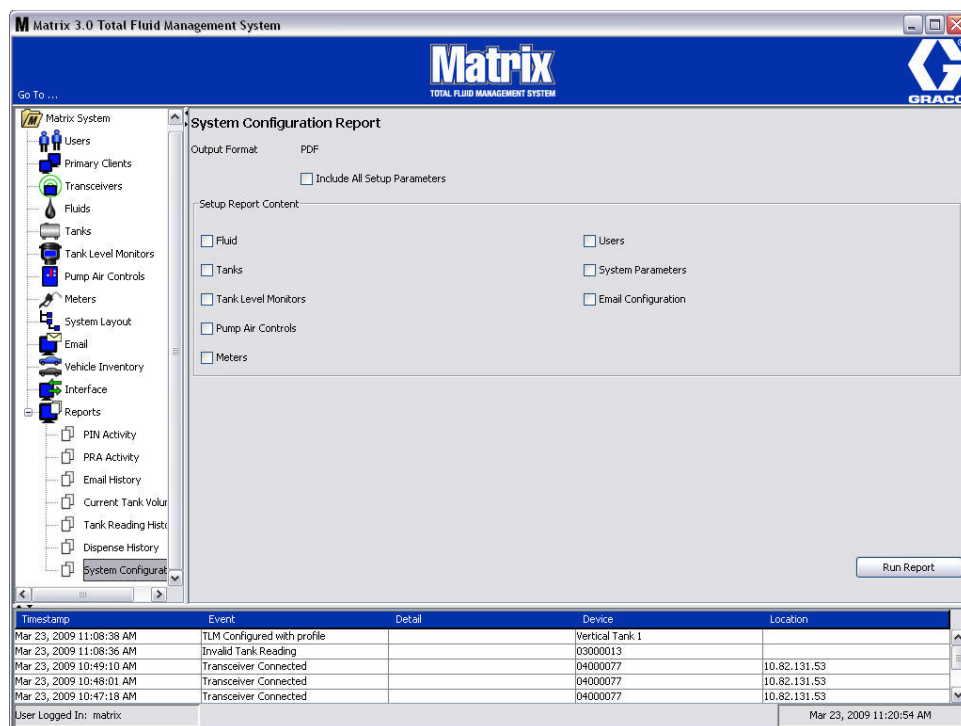

Рис. 177
- Экран «System Configuration» [Конфигурация системы] (Рис. 177)